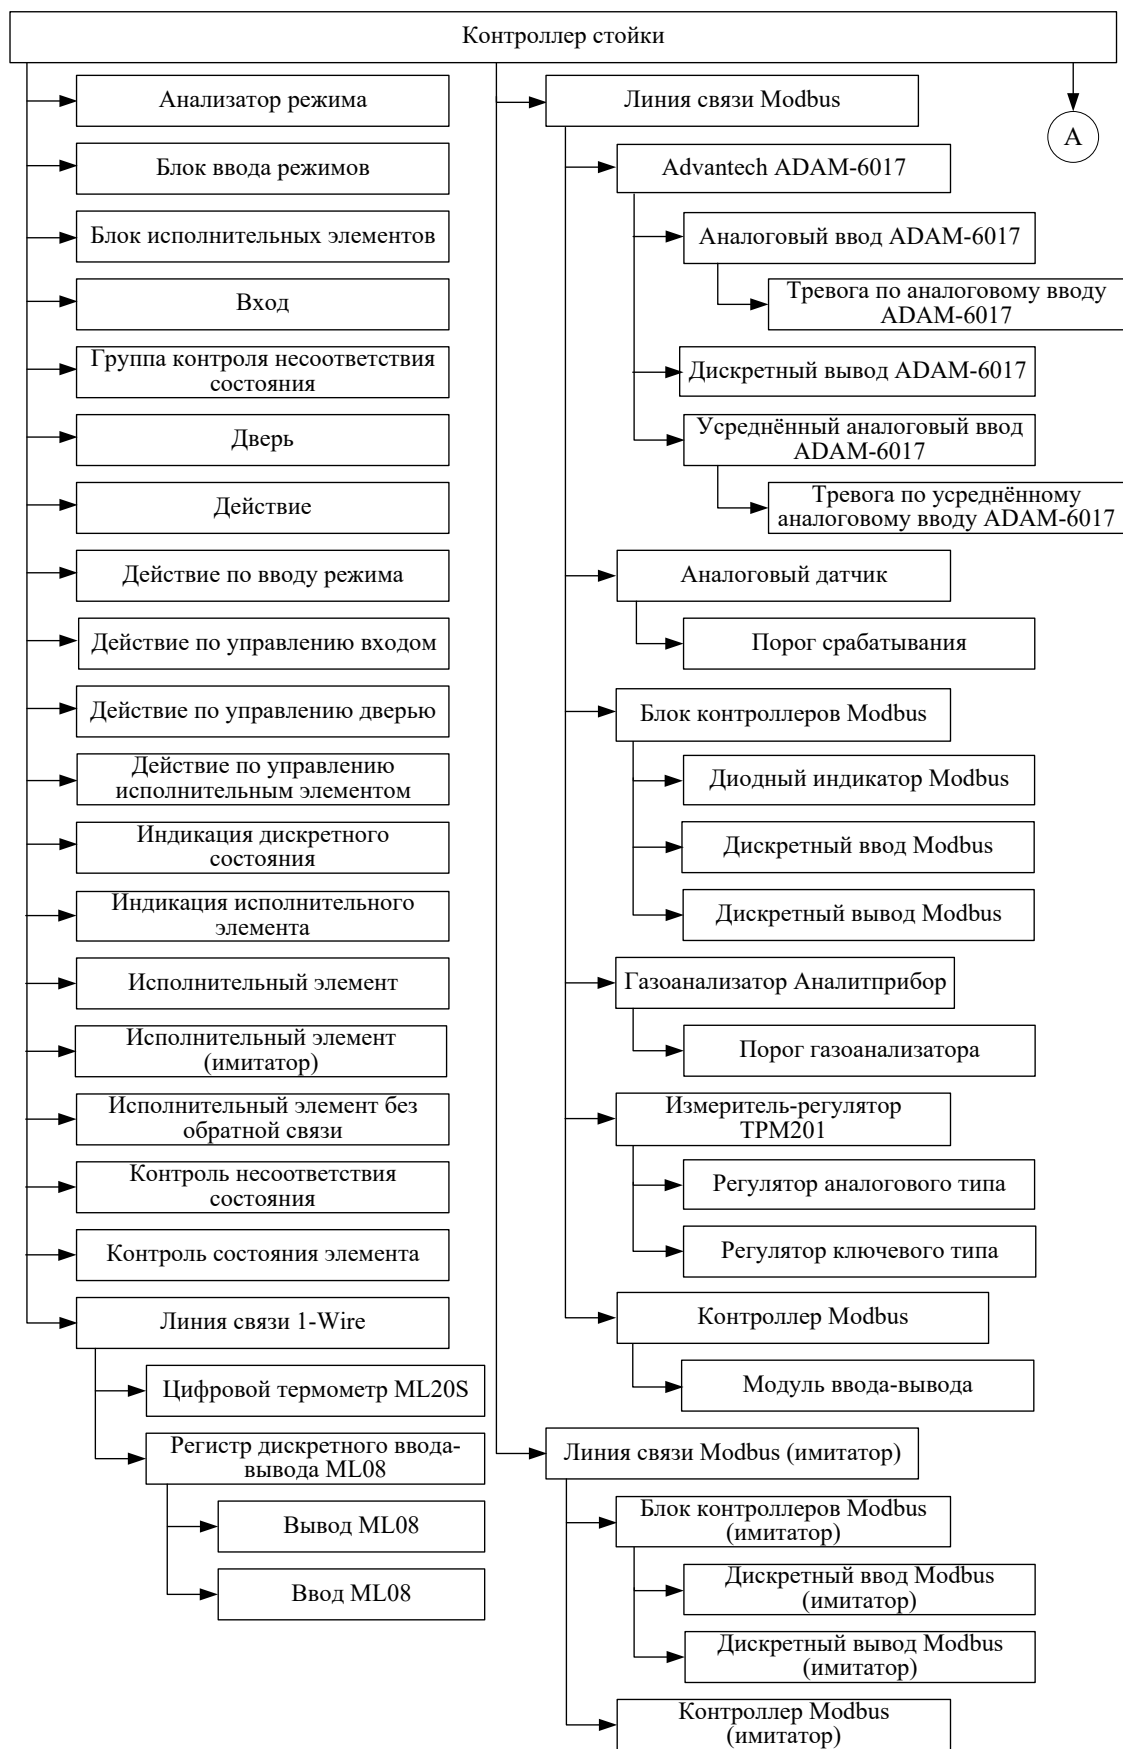

Рисунок 13 — Иерархия поддерживаемых типов устройств
3.10.1.1. Иерархия объектов устройств приведена на рис. 13—14.